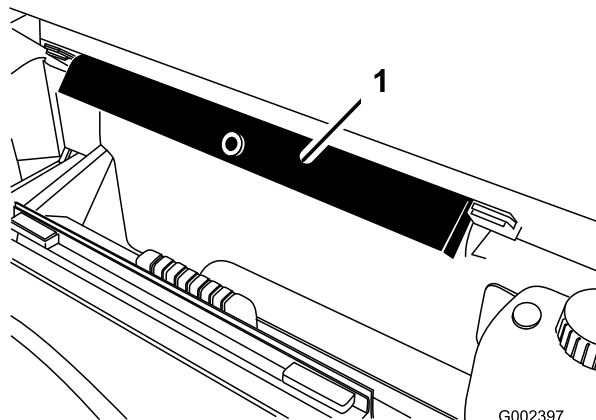

Bild 42
7. Nehmen Sie die Ladepritschenstütze aus den Einlagerungshalterungen hinten an der Überrollschutzplatte (Bild 42).